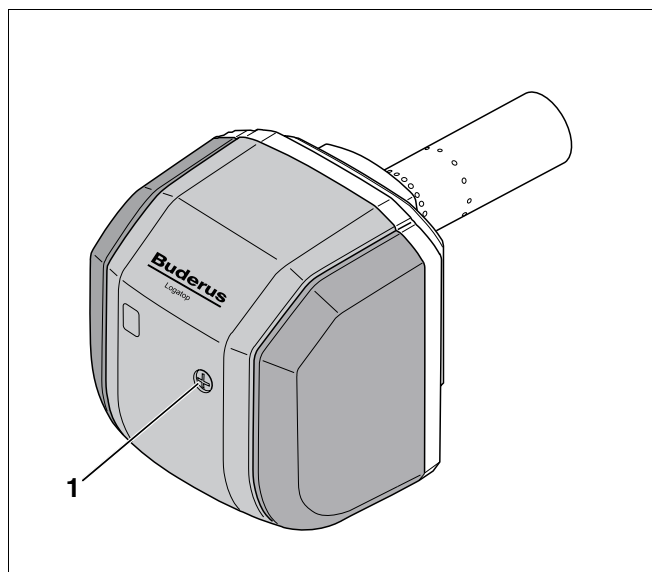

Fig. 58 Mettre le capot du brûleur en place et visser
- Serrer la vis de fixation (fig. 58, pos. 1) du capot du brûleur.